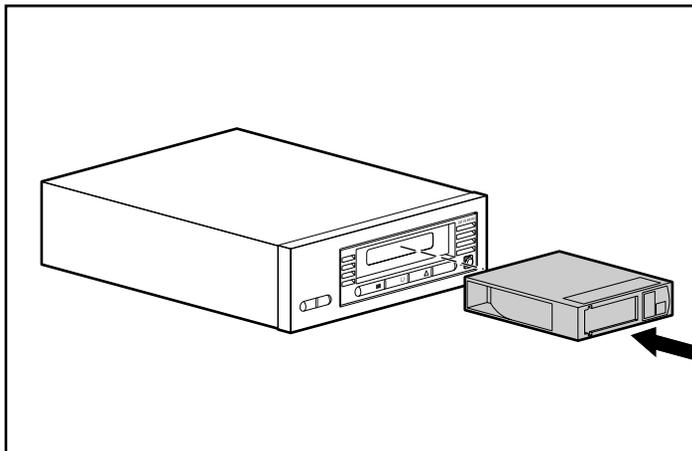

Figura 13: Inserción de un cartucho DLTape IV
1. Inserte el cartucho DLTape IV en la ranura de cartuchos una vez que la unidad termine la Autocomprobación al Arrancar (POST). Consulte la Figura 13.